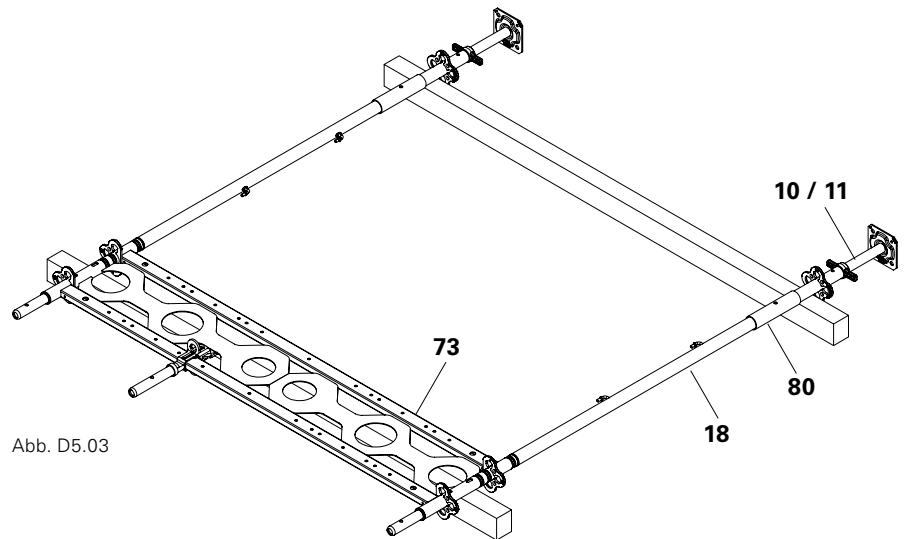

Abb. D5.03
1. Fußspindeln UJB 38-50/30 (10) ausreichend ausspindeln um die erforderliche lichte Durchgangshöhe zu erreichen.
2. Fußspindel mit Basisstiel UVB 24 (80) und Rohr EVR 150 (18) sowie vorbereitetem Multiträger ELM zusammenstecken.
3. Weitere Rahmenzüge montieren. (Abb. D5.03)